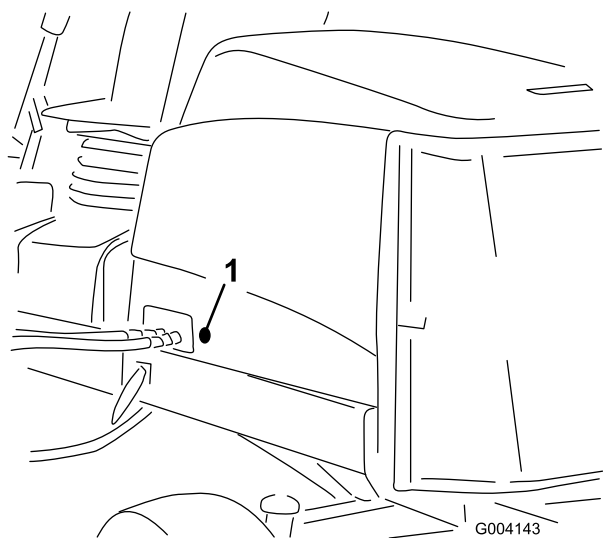

Рисунок 15
- Извлеките резиновую втулку из отверстия с левой стороны капота (Рисунок 15).